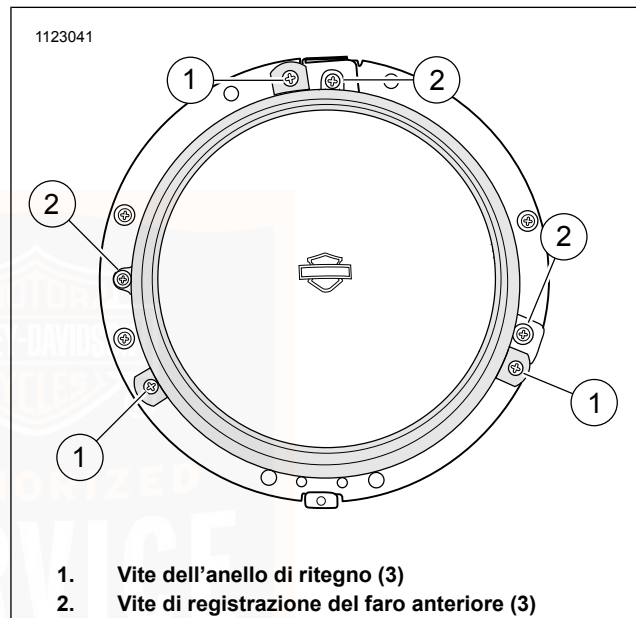

Figura 92. Anello di ritegno del faro anteriore
3. Vedere Figura 92 . Rimuovere le viti (1) che fissano l'anello di ritegno.
2. Vedere Figura 92 . Fissare il faro con l'anello di ritegno e le viti (1). Serrare.